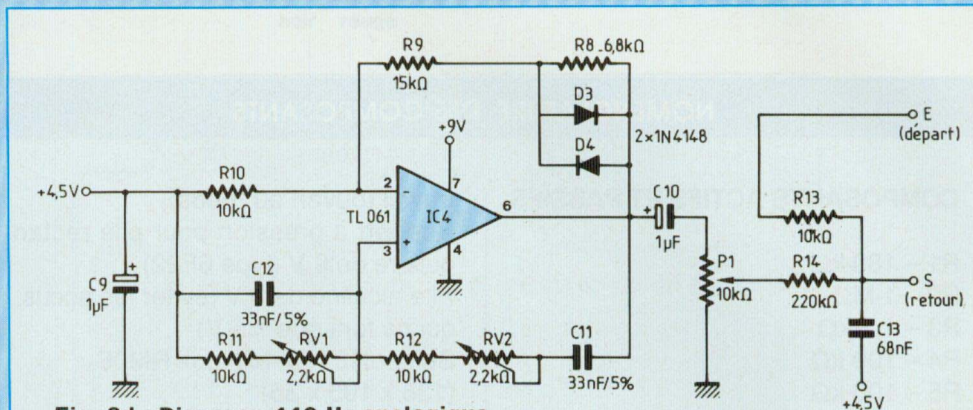

Fig. 8d : Diapason 440 Hz analogique.
Le montage de la figure 8d fait appel à un TL061, qui est une version "faible consommation" du TL081. (A) est câblé en montage non-inverseur, le gain minimal étant fixé à 2,8 par R9 et R10. On exploite la résistance dynamique de deux diodes montées "tête-bêche" dans la contre-réaction pour effectuer un contrôle automatique de gain (CAG). Ces diodes de stabilisation sont shuntées par une résistance de 3,9 k $\Omega$ , de façon à limiter le gain maximal à 3,2 lorsque les diodes sont bloquées. Ce cas se produit pour chaque passage à zéro du signal de sortie, puisqu'à cet instant, le courant traversant les diodes est nul : on évite ainsi de placer l'amplificateur en boucle ouverte sur une plage de  $\pm 0,6$  V. La distorsion de croisement étant alors éliminée, la sinusoïde gagne en pureté.